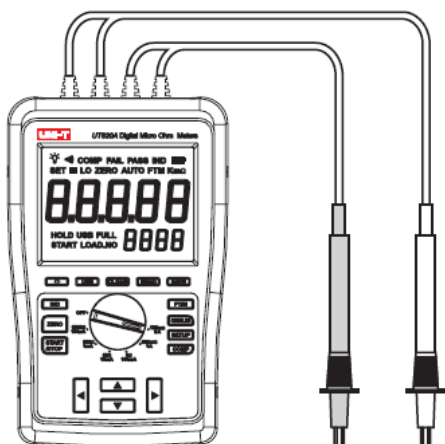

Figure 7
1. Conectati testerele pentru masurare cu 4 fire la terminalele P1, P2, C1, C2 (vezi fig. 7)